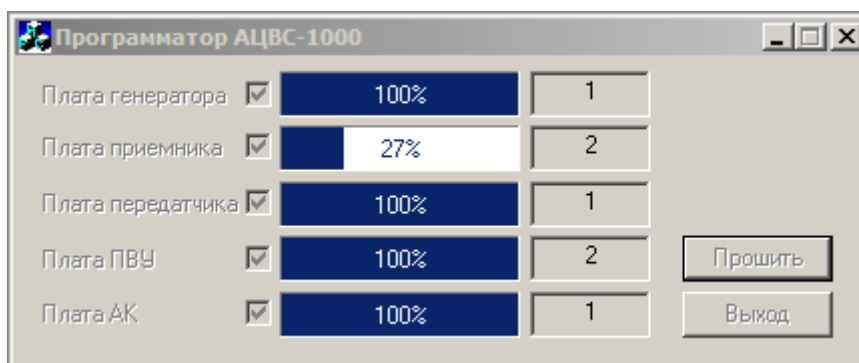

Рис.4.46 Процесс программирования
15. Подождать завершения процесса программирования, рис.4.46 (5 – 7 минут). Во время процесса программирования категорически **ЗАПРЕЩАЕТСЯ ВЫКЛЮЧАТЬ ПИТАНИЕ АППАРАТУРЫ !!!**